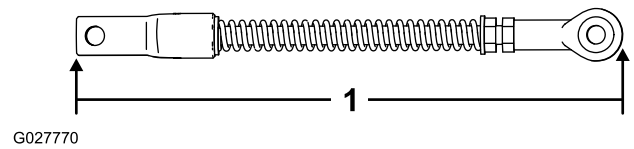

图48
- 4. 拧松锁紧螺母，调节铃型曲柄连杆总成，直至两端之间的距离达到 240mm（图48）。